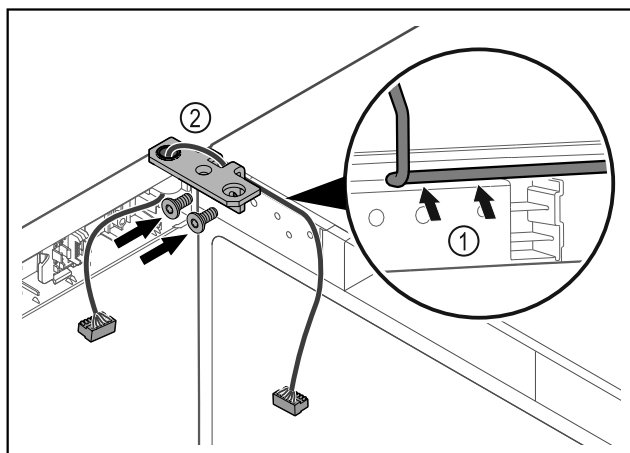

Fig. 44
- Проведите кабель через отверстие в шарнирном уголке и аккуратно уложите его Fig. 44 (1).
- Привинтите шарнирные уголки Fig. 44 (2).